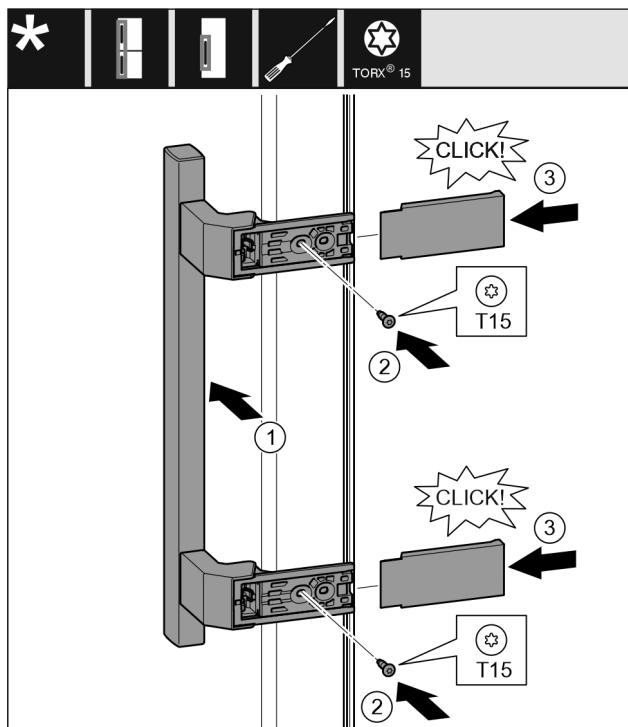

Fig. 15
- Ročaj namestite na nasprotno stran. Fig. 15 (1)
- Trdno privijte vijke z izvijačem T15. Fig. 15 (2)
- Pokrove pristavite ob strani in potisnite gor. Fig. 15 (3)